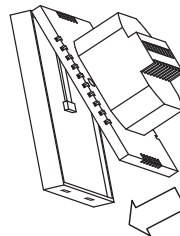

Рис. 2
8.2.2. Подцепив жалом отвертки клипсы в пазах нижней грани корпуса, отсоедините лицевую панель от тыльной части корпуса. Отсоедините шлейф платы питания от платы дисплея **рис. 2**.